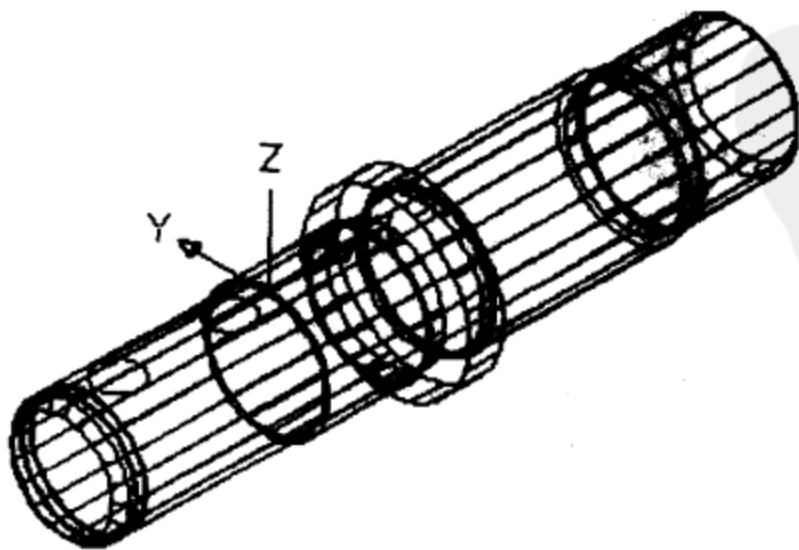

图 11-7 画键槽轮廓草图 (一)
指定圆的半径或 [直径(D)] <2.5000>: `✓` 回车完成圆的绘制, 如图 11-7 所示。
(7) 单击【绘图】工具条【直线】命令按钮, 绘出键槽轮廓草图上的直线部分, 如图 11-7 所示。